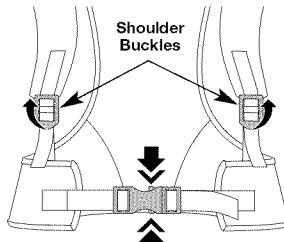

Fig. 17
1. Levante en la lengüeta inferior de las hebillas del hombro para aflojar las correas de hombro (Fig. 17).
2. Exprima la tapa y la parte inferior del clip de la cintura para lanzar y para quitar la unidad (Fig. 17).